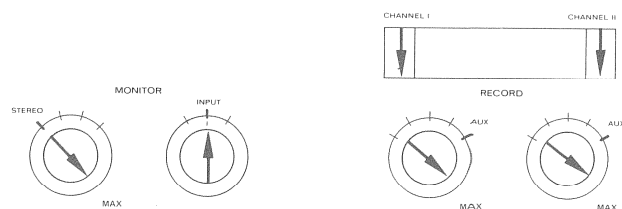

Fig. 6.3-52
- Set controls per fig. 6.3-52